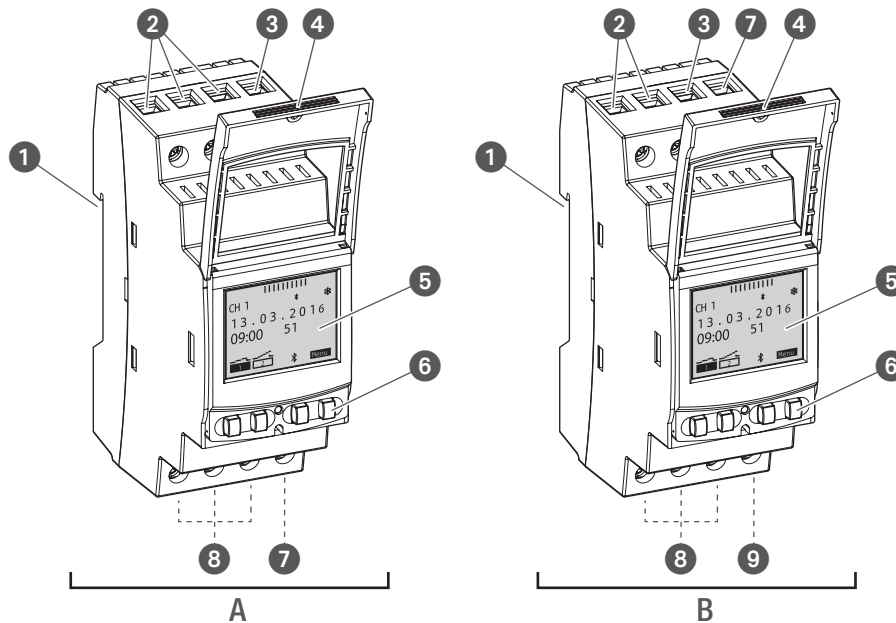

Fig. 1: Horloge modulaire
L'horloge modulaire est une minuterie montée sur un rail DIN (Fig. 1/①) grâce à un système à encliquetage ; le rail active l'appareil correspondant ainsi raccordé. L'horloge modulaire possède 1 ou 2 canaux et peut être commandée par un écran (Fig. 1/⑤) avec 4 touches de commande (Fig. 1/⑥). L'horloge modulaire peut être programmée manuellement ou via un appareil portable. La fréquence du signal radio est de 2,4 GHz et la puissance d'émission maximale est de 1,8 mW.